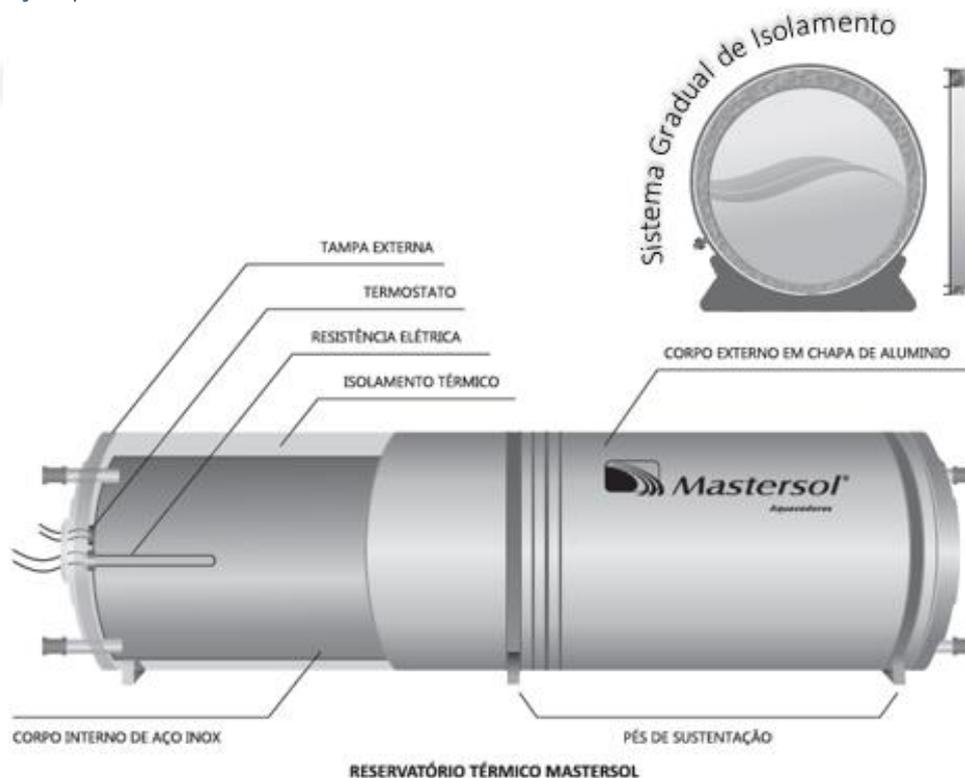

Figura 1 - Configuração do reservatório térmico Mastersol
Com a finalidade de armazenar a água aquecida pelos coletores, o reservatório térmico MASTERSOL tem seu corpo fabricado em aço inox ANSI 304, 444 ou 316L. O sistema de isolamento gradual (SIG) em espuma de poliuretano expandido permite que a água permaneça aquecida por um longo período. Para o acabamento de seu corpo é utilizado alumínio e em suas tampas ABS. Os pés de sustentação são fabricados em polímero (PP) com cintas de aço com pintura eletroestática. O Reservatório térmico conta com um sistema de apoio elétrico composto de um termostato de encosto e uma resistência elétrica. A figura 1 demonstra a construção do equipamento.